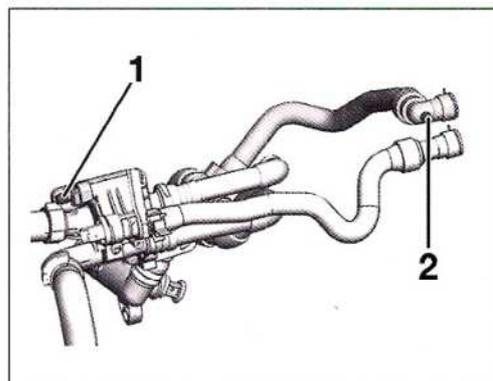

FIG. 32
- Abrir los tornillos de purga (1) y (2) (Fig.32).